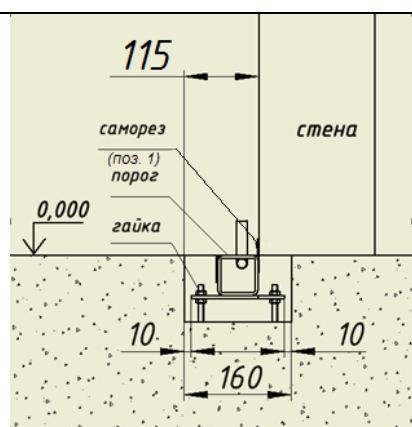

Рисунок 21
- **Внимание! После заливки бетона, удалить (выкрутить) крепёж (рис.21 поз 1).**